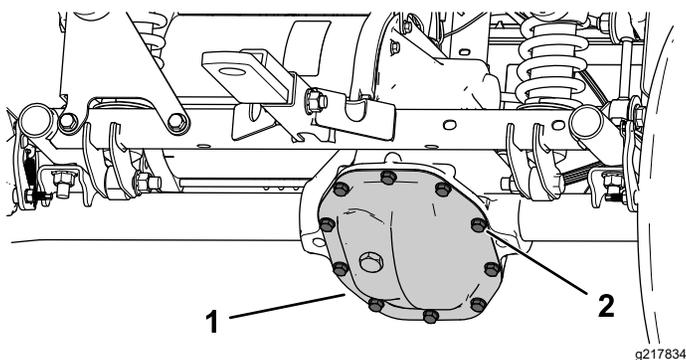

Bild 48
2. Entfernen Sie die Schrauben von der Getriebeabdeckung und lassen Sie die Flüssigkeit ganz ab (Bild 48).
1. Stellen Sie eine Auffangwanne unter die Getriebeabdeckung (Bild 48).